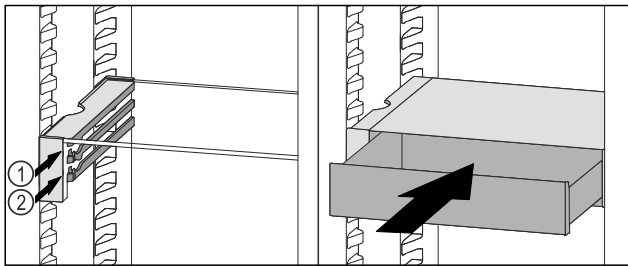

Fig. 140
- ▶ Встановити висувний ящик VarioSafe за стопорами на потрібне ребро Fig. 140 (1) або Fig. 140 (2).